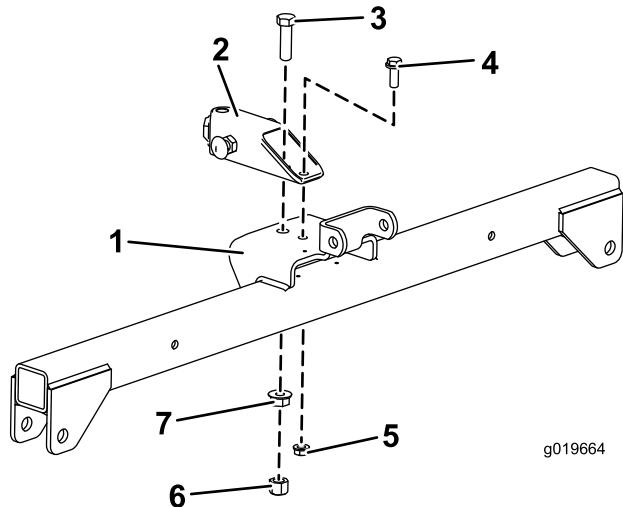

图4
2. 用螺栓 $\frac{1}{2} \times 1\frac{3}{4}$ 英寸、凸缘头螺母 $\frac{1}{2}$ 英寸和六角螺母 $\frac{1}{2}$ 英寸将挂钩管松松地安装到吊架组件 图4 的前孔。